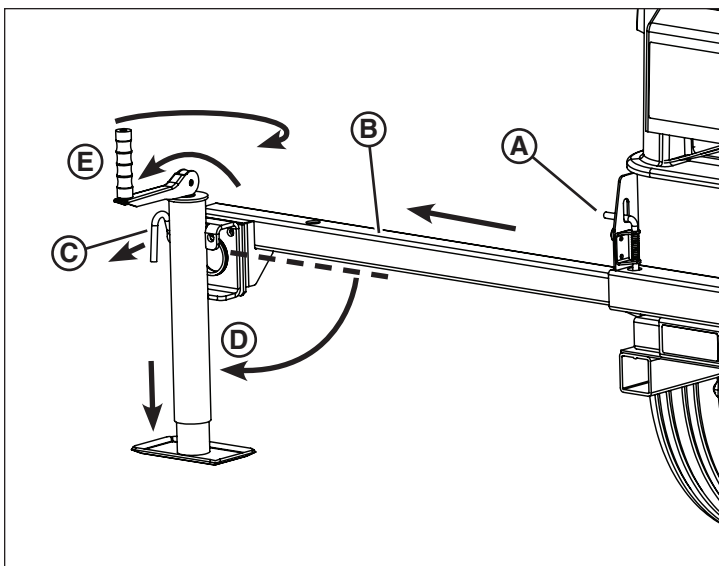

Figura 12
- a. Levante el pasador de bloqueo del balancín (A, Figura 12).
- b. Deslice el balancín (B, Figura 12) hacia afuera hasta que el pasador bloquee el balancín en la posición de funcionamiento.
- c. Tire del pasador de bloqueo del gato del estabilizador (C, Figura 12) que fija el gato del estabilizador en la posición de transporte, y gire el gato a la posición de funcionamiento (D). Asegúrese de que el pasador bloquee el gato del estabilizador en su lugar.
- d. Despliegue la manivela (E, Figura 12) del gato del estabilizador, y luego gire el gato en el sentido horario hasta que la pata de este quede colocada firmemente en la superficie del lugar de trabajo.